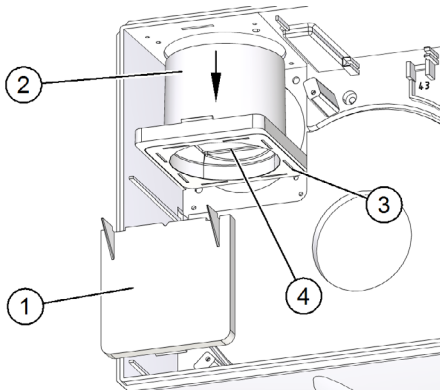

Abb. 26: Umbau von U nach U-H – Teil 1
- ▶ Entfernen Sie die Verschlussplatte (Pos. 1 in Abb. 26).
- ▶ Ziehen Sie den Anschlussstutzen (Pos. 2 in Abb. 26) mit dem Klappenträger (Pos. 3 in Abb. 26) nach unten heraus.